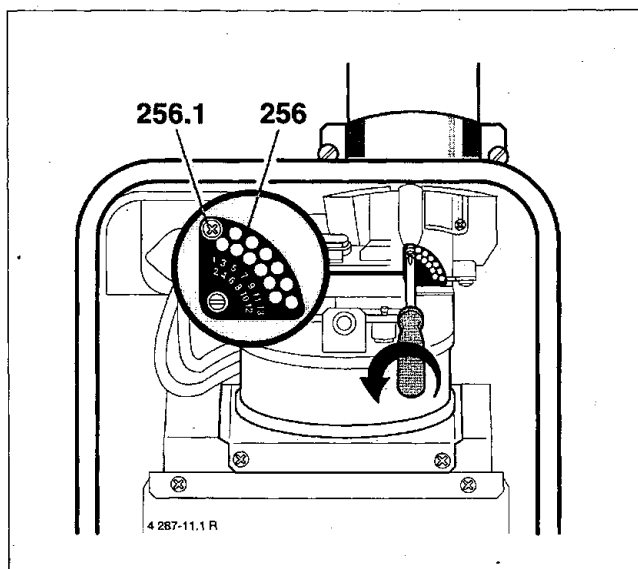

Bild 11
- Drehen Sie die Schraube (256.1) an der Drosselblende (256) heraus (Bild 11).